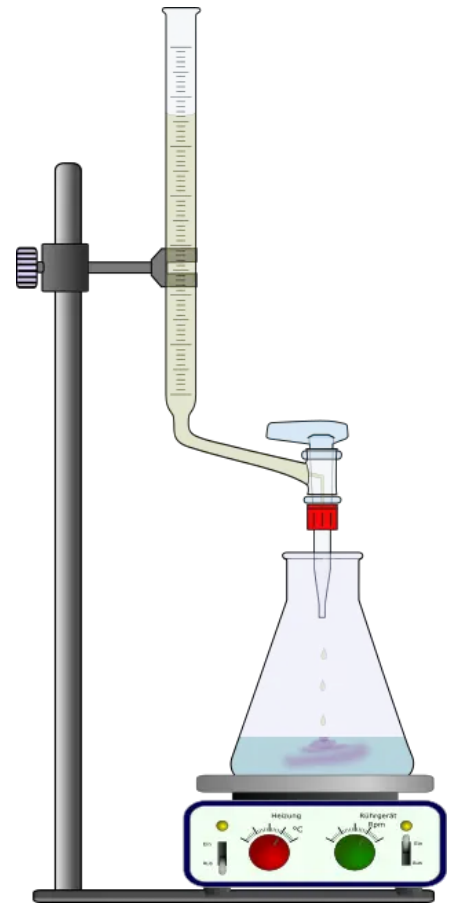

Abb. 1: Aufbau mit Bürette.
- Apparatur gemäß **Abb. 1** aufbauen.